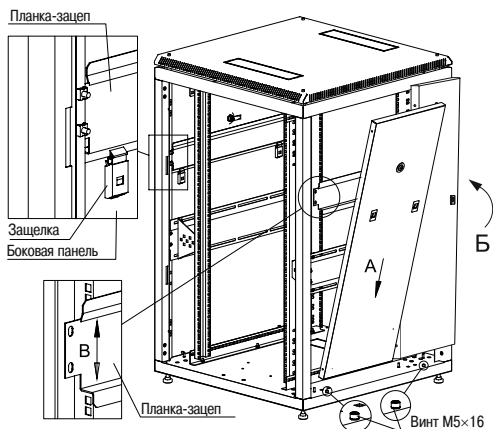

Рисунок 9 – Установка панели боковой в шкаф
4.3.2 Для установки панели в шкаф состыкуйте посадочные круглые отверстия на нижней части панели с винтами на основании (действие А), защелкните панель, одновременно нажав на замки-защелки (действие Б), переведите язычок замка в положение «закрыто» (рисунок 9).
4.3.3 Для установки остальных панелей повторите действия, указанные в 4.3.2 (рисунок 9).